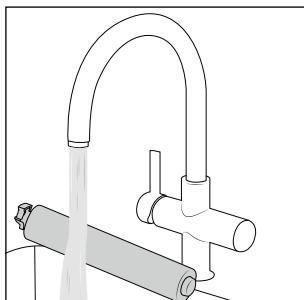

Afb. 33
- ◆ Pak de sproeikap **7** aan de bovenkant (bij *PULL*) vast en trek hem naar voren om hem van het voetgedeelte **3** te nemen (zie afb. 33).